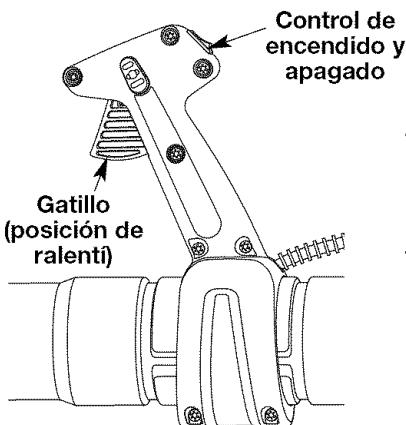
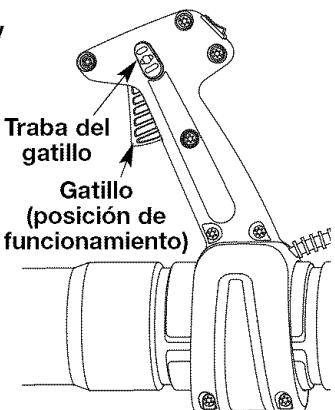

Fig. 11A
Fig. 11B
- NOTA:** No hay necesidad de encender la unidad. El Control de Encendido y Apagado está en la posición Encendido (ON) (I), en todo momento (Fig. 11A).
4. Appuyer sur et garder la gâchette enfoncée (Fig. 11A).
5. Appuyer sur et garder le verrouillage de la gâchette (Fig. 11B).
NOTE: Le verrouillage de la gâchette devrait garder la gâchette en position enfoncée (Fig. 11B).
NOTA: La traba del gatillo sujetta el gatillo en la posición de funcionamiento (Fig. 11B) para facilitar el arranque y el funcionamiento continuo de la unidad. Para trabar el gatillo, siga los pasos anteriores del 4 al 7. Para liberar la traba del gatillo, oprima el gatillo firmemente, y luego suéltelo. La traba debe desconectarse y permitir que el gatillo regrese a la posición de marcha en vacío (Fig. 11A).
2. Oprima y mantenga oprimido el Control de encendido y apagado en la posición APAGADO (O) hasta que el motor se detenga por completo (Fig. 11A).